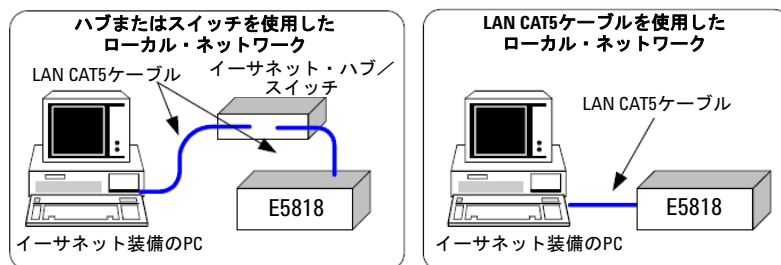

図2 ローカル・ネットワークのセットアップ
**ローカル・ネットワークのセットアップ** ローカル・ネットワークは、イーサネット・ポートを備えたコンピュータとE5818から構成されます。下の図2に2つのサンプル構成を示します。